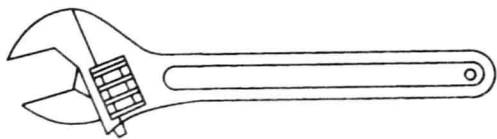
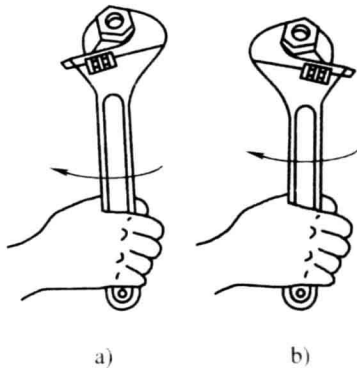

图 1-13 活扳手
图 1-14 活扳手的使用
② 扳手。扳手用来旋紧或松开六角形、正方形螺钉和各种螺母。常用的扳手有以下几种。
a. 活扳手。如图 1-13 所示，它由扳手体、固定钳口、活动钳口和蜗杆组成，常用规格有 100mm、150mm、200mm、250mm、300mm、350mm 和 400mm 等几种。使用时可根据需要来选择，并要注意钳口受力的方向和钳口的开度（图 1-14），否则扳手容易损坏。